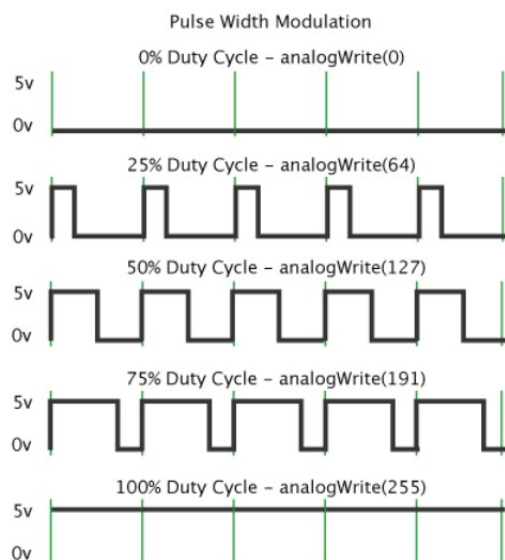

Figura 2. Modulación por Ancho de Pulso
3.- Repita el punto anterior pero ahora controlando la dirección y velocidad de los motores con una sola línea de modulación de ancho de pulso, PWM, por sus siglas en inglés, generada por el microcontrolador Arduino. En la figura 2 se muestra el tren de pulsos con diferentes anchos, si el ciclo de trabajo es del 50% el motor deberá de estar detenido, si es menor a este valor el motor girara a la derecha, entre más pequeño este valor el motor gira más rápido. Para ciclos de trabajo mayores al 50% el motor girara a la izquierda, entre más grande este valor el motor gira más rápido.